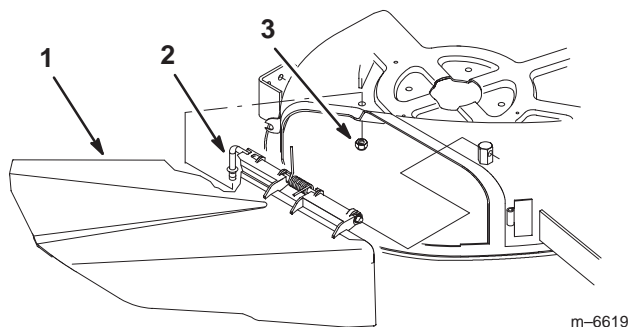

Bild 16
1. Ermitteln Sie das in Bild 16 dargestellte Ablenkblech und die Schrauben.
2. Setzen Sie die Stange vorne am Ablenkblech in den kurzen Vorsprung am Mähwerk. Befestigen Sie das hintere Stangenende mit einer Mutter (3/8 Zoll) am Mähwerk (Bild 16).